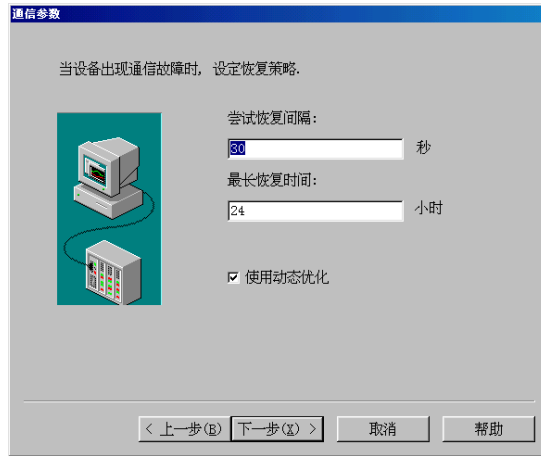

图 6.44 通讯参数设置
5. 继续单击“下一步”按钮，则弹出“设备配置向导——通讯参数”对话框，如下图 6.44 所示：